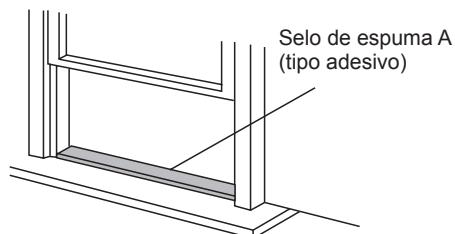

Fig. 8
1. Corte o selo de espuma (tipo adesivo) no comprimento apropriado e una-o à base da janela. Fig.8